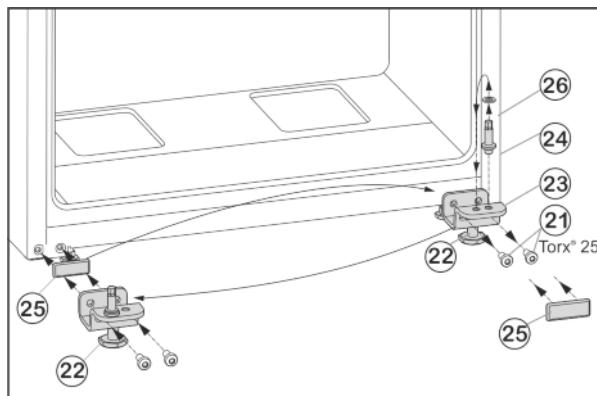

Fig. 6
- Викрутіть гвинти кріплення Fig. 6 (21).
- Зніміть нижній опорний кронштейн Fig. 6 (23) разом із гвинтом Fig. 6 (24), шайбою Fig. 6 (26) та установочною ніжкою Fig. 6 (22).
- Відкрутивши гвинт Fig. 6 (24) разом із шайбою Fig. 6 (26), переставте їх у протилежний отвір опорного кронштейна та знову закрутіть.
- Обережно зніміть кришку Fig. 6 (25) і переставте її на протилежний бік.
- Знову прикрутіть нижній опорний кронштейн Fig. 6 (23) разом із гвинтом Fig. 6 (24), шайбою Fig. 6 (26) та установочною ніжкою Fig. 6 (22) на інший бік шарніра (з моментом 4 Нм), у разі необхідності скористайтеся акумуляторним гвинтокрутом.
- Встановіть нижні дверцята згори на опорний гвинт Fig. 6 (24).
- Вставте середній опорний кронштейн (13), повернувши його на 180°, у нижні дверцята і прикрутіть за допомогою гвинтів кріплення (11)(2 шт. Torx® 25) до нового боку шарніра (з моментом 4 Нм).
- Знову встановіть пластикову шайбу (10).
- Викрутіть установочну ніжку Fig. 6 (22) на нижньому опорному кронштейні Fig. 6 (23), доки він не буде опирається на підлогу.